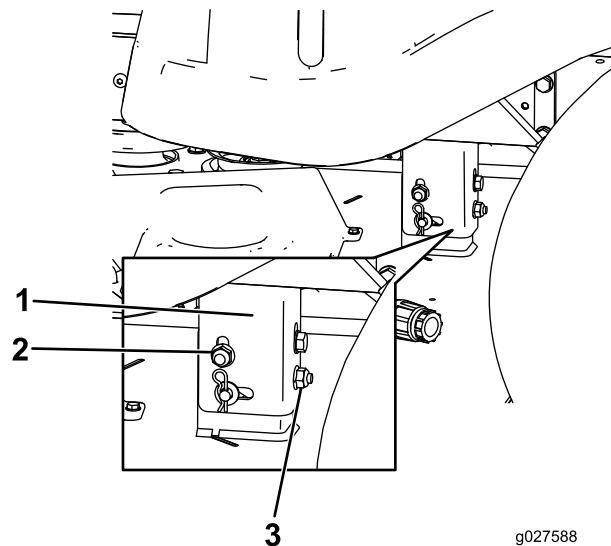

Figura 55
- Eleve o baje el lado izquierdo de la carcasa de corte girando la tuerca trasera (Figura 55).
Nota: Gire la tuerca trasera en sentido horario para elevar la carcasa de corte; gire la tuerca trasera en sentido antihorario para bajar la carcasa de corte. (Figura 55).